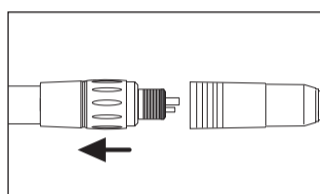

図 43
- 1 カップリングジョイントをホースから取り外します (図 43)。